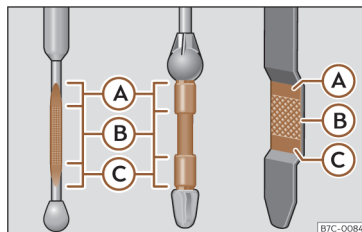

Fig. 225 Vareta de medição do nível de óleo.
Legenda da >>> Fig. 225:
- Em seguida, retire-a novamente e verifique o nível do óleo >>> Fig. 225. Caso seja necessário, reponha óleo do motor.
- Quando o nível de óleo atingir pelo menos a zona >>> **Fig. 225 (B)**, enrosque a tampa do bocal de enchimento com cuidado >>> .